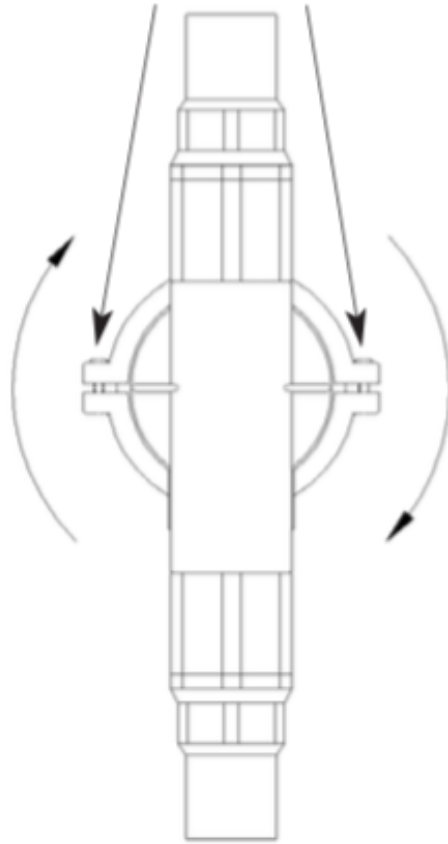

Fig. 3 - Instalação padrão
4. Instalação padrão indicada na Fig.3.